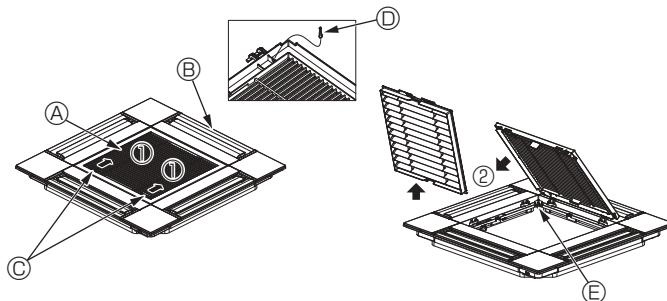

Fig. 10-3
10.2.1. Демонтаж забірної решітки (Fig. 10-3)
- Перемістіть важелі в напрямку, вказаному стрілками ① щоб відкрити забірну решітку.
- Коли забірна решітка буде у «відкритому» положенні, зніміть петлю решітки з решітки, як показано стрілками ②.